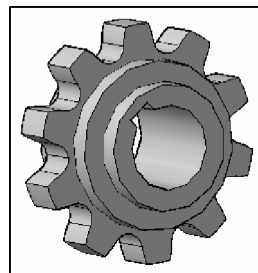

Fig. 10.24 Aspectul final al celei de-a treia ferestre
5. Din linia de stare se alege, din lista derulantă **VP Scale**, scara 1:1. Aspectul ferestrei este acum cel din Fig. 10.24.